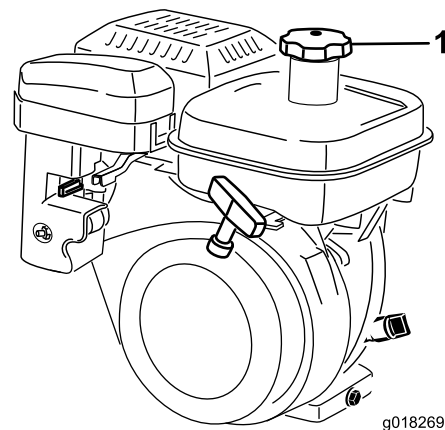

Figura 20
1. Pulite l'area intorno al tappo del serbatoio del carburante e togliete il tappo (Figura 20). Rabboccate il serbatoio carburante con benzina senza piombo, non oltre la base del filtro. Non riempite troppo.